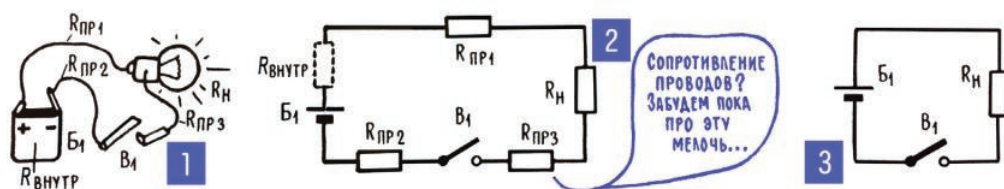

Рис. 4.3. Принципиальная схема электрической цепи
**4. Принципиальная схема – чертеж, на котором условными обозначениями показаны элементы электрической цепи и их соединения.** До сих пор мы считали, что электрическая цепь состоит всего из двух элементов – генератора и нагрузки. Но чаще всего такого не бывает. Хотя бы потому, что нагрузка несколько удалена от генератора и в цепи появляется еще один элемент – соединительные провода. По этим проводам электроны идут на работу и с работы и, естественно, теряют в проводах некоторую часть своей энергии (рис. 4.3). Иными словами, соединительные провода обладают некоторым сопротивлением, которое входит в общее сопротивление цепи и которое иногда необходимо учитывать. Кроме того, некоторым сопротивлением обладает и сам генератор: внутри генератора, между его электродами тоже идет ток, тоже движутся заряды. Они, как обычно, сталкиваются с атомами среды и, как обычно, теряют какую-то часть энергии. Так что если рисовать полную схему даже самой простой цепи, то в нее нужно включить несколько новых элементов, в которых отражалось бы сопротивление проводов и внутреннее сопротивление генератора.
принятых при составлении принципиальных схем, показаны на рис. 1.1 и 1.2 в главе 1. Элемент, обладающий электрическим сопротивлением, независимо от того, что это за элемент (лампочка, электроплитка, кусок провода), в некоторых случаях на принципиальной схеме изображают в виде небольшого прямоугольника и обозначают латинской буквой  $R$  (от слова resistance – сопротивление). Этим как бы хотят сказать: «В данном случае для нас важно, что этот элемент оказывает сопротивление току. И ничего больше». В схеме простейшей электрической цепи на рис. 4.3 должно быть пять таких элементов:  $R_H$  – элемент, отображающий нагрузку,  $R_{пр1}$ ,  $R_{пр2}$  и  $R_{пр3}$  – сопротивление кусков провода,  $R_{внутр}$  – внутреннее сопротивление генератора. Если почему-либо сопротивление проводов учитывать не нужно, то элементы  $R_{пр}$  не рисуют (рис. 4.3; 3). Но во всех случаях прямые линии, соединяющие на схеме один элемент с другим, принято считать идеальными проводниками, не имеющими никакого сопротивления.
**6. Сложная электрическая цепь – система из последовательно и параллельно соединенных элементов.** Уже попытка нарисовать реальную схему карманного фонаря приводит к сравнительно сложной цепи из семи последовательно соединенных элементов (рис. 4.3). На практике же приходится иметь дело с цепями более сложными, и значительно более сложными. Что такое, например, телевизор или компьютер? Это тоже электрическая цепь, но состоящая из сотен или тысяч элементов, сложным образом соединенных между собой. Даже простенький карманный плеер представляет собой электрическую цепь, в которой десятки деталей соединены сложным образом и подключены к общему генератору электрической энергии – гальваническому элементу или аккумулятору.